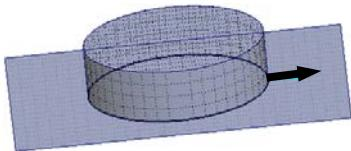

图 18.12 “合并面组”的侧
(3) 在模型中选取要合并的面组的侧，如图 18.12 所示。
(4) 在操控板中单击 **选项** 按钮，在“选项”界面中选中 相交 单选项，单击 按钮。